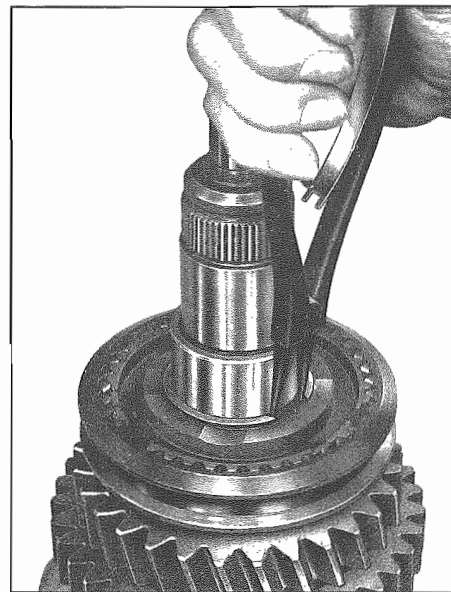

Fig. 19 - Togliere l'anello elastico
- Togliere l'anello elastico (415) (Fig. 19). Estrarre il manicotto sincronizzatore (408) dal mozzo sincronizzatore (416). Attenzione alle molle (406), ai perni sferici (405) e pressori (404). Sbloccare l'albero primario, girarlo di 180° e serrarlo dalla parte dello scanalato a denti triangolari.
- Remove circlip (415) (Fig. 19). Pull sliding sleeve (408) from synchronizer assembly (416). Watch out for compression springs (406), ball pins (405) and thrust pieces (404). Unclamp main shaft, turn by 180° and clamp at cylindrical splining.